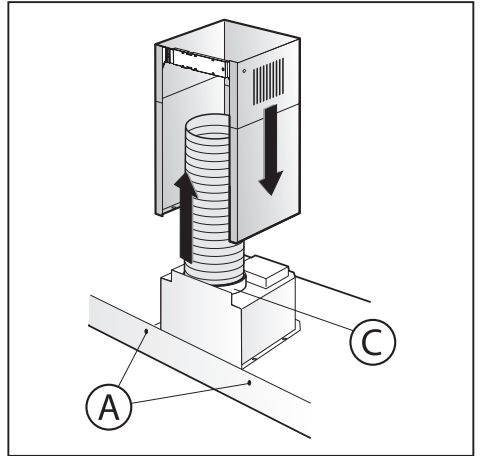

Fig.3
- Wenn die Abzugshaube justiert ist, anhand der 2 Schrauben **A** (Abb.3) befestigen.
- Mittels eines Anschlußrohrs den Flansch **C** mit dem Luftaustrittsloch verbinden (Abb.3).